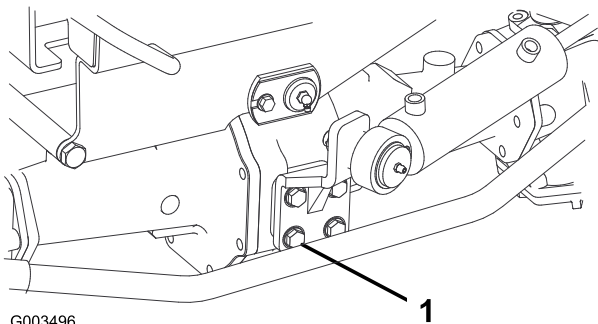

Figura 55
2. Verifique o aperto dos parafusos de fixação do cilindro de direção (Figura 55).